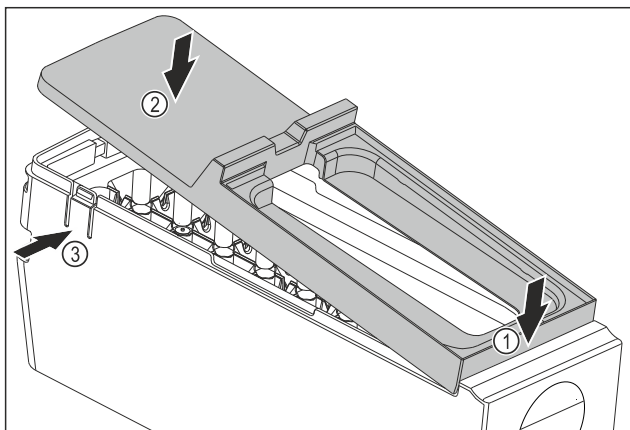

Fig. 174
- ▶ Szerelje fel az EasyTwist-Ice egység testének fedelét: Tegye fel előre a fedelet. Fig. 174 (1)
- ▶ Süllyessze le hátul a fedelet. Fig. 174 (2)
- ▶ A fedél hallhatóan bepattan mindkét fülbe Fig. 174 (3).